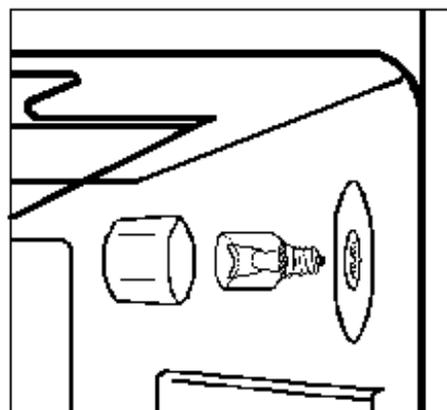

fig.22
1. Dévissez le capuchon en verre protégeant l'ampoule (fig. 22).